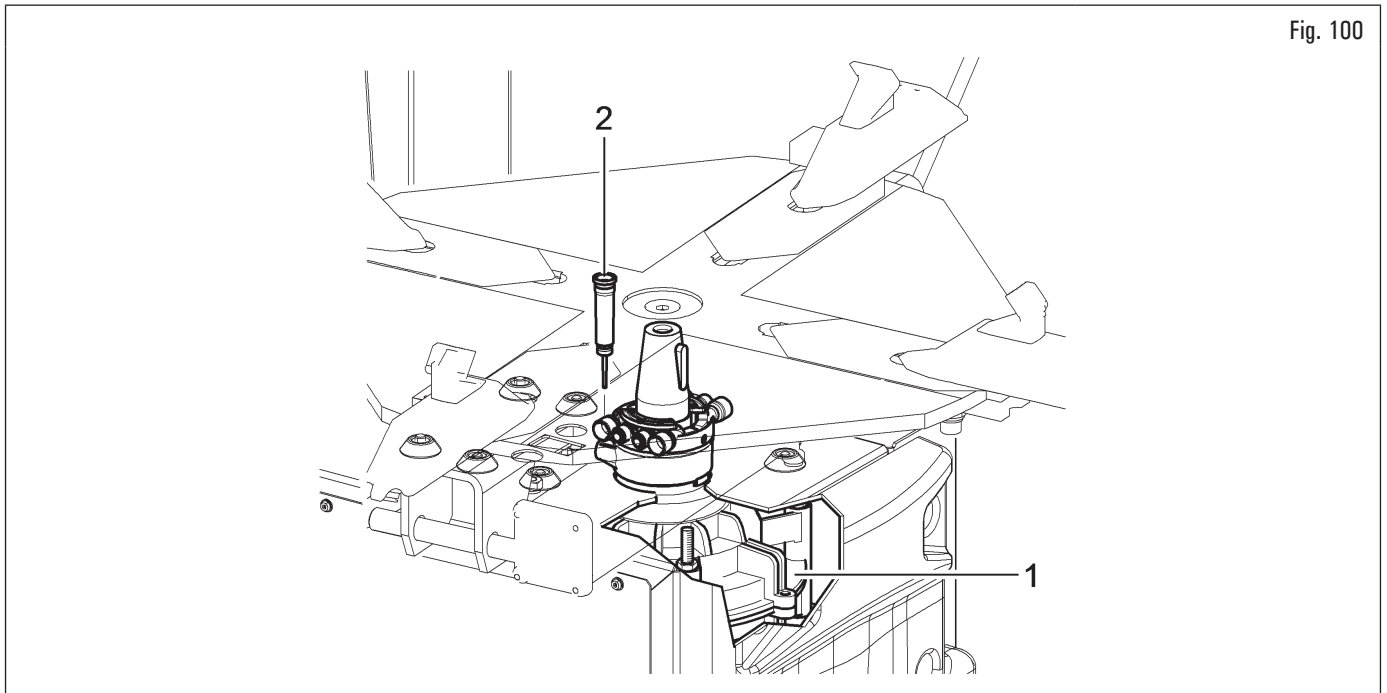

Fig. 100
- Periódicamente (preferiblemente 100 horas de trabajo) controlar el nivel del lubricante en el reductor (Fig. 100 ref. 1) removiendo el tapón (Fig. 100 ref. 2) mediante el orificio adecuado en el bastidor.